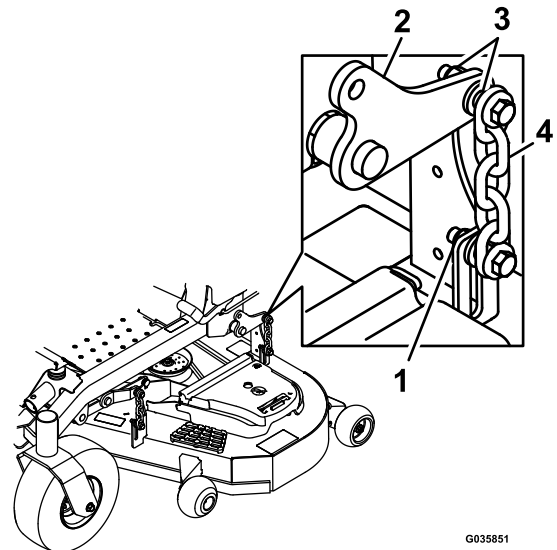

Figura 105
15. Afloje las contratuercas (Figura 105) en las cuatro esquinas y asegúrese de que la carcasa de corte quede bien asentada sobre los cuatro bloques.